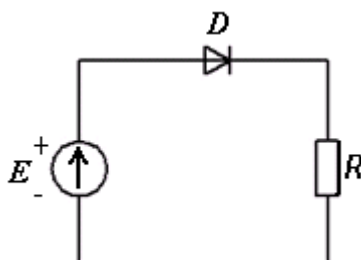

Рисунок 1.3 – Схема включения диода в электрическую цепь
При включении диода в электрическую цепь (рисунок 1.3) напряжение и ток диода определяется графоаналитическим способом путем построения графиков уравнения $I = f(U_D)$ (вольт-амперная характеристика) и уравнения нагрузочной прямой $E = U_D + I \cdot R$.
1. Начертить схему включения диода в электрическую цепь (рисунок 1.3).